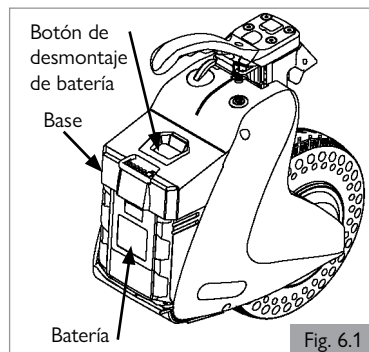

Fig. 6.1
## 6.1 Presentación de las baterías (Fig. 6.1)
- Desconecte la batería pulsando el Botón de desmontaje de batería y retirándola del soporte. (Fig. 6.1)